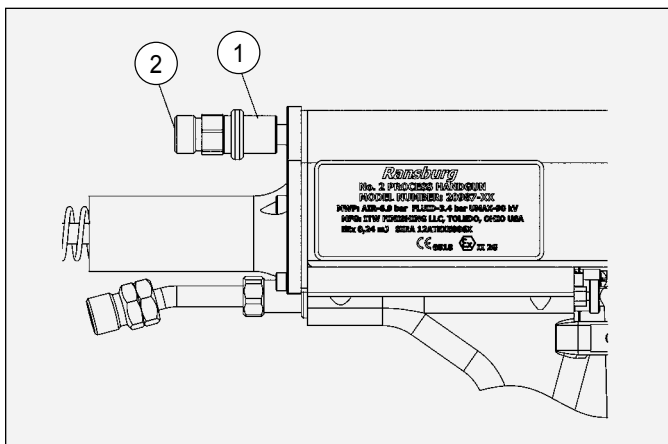

Abbildung 12: Schiebeventil, Position „Off“
3. Stellen Sie den Schiebeventilschalter auf dem Applikator in die Position „OFF“, wie auf Abbildung 12 dargestellt. Das Schiebeventil wird nach hinten gegen den Lufteinlassanschluss gezogen.
SCHIEBEVENTIL, POSITION „OFF“ (Abbildung 12)
9. Schieben Sie nach Abschluss den Schiebeventilschalter in die Position OFF. (Siehe Abbildung 12)
1. Bringen Sie den Sprühpistolenmotor in die Position „OFF“, indem Sie das Schiebeventil in die hintere Position bringen (siehe Abbildung 12). Lösen Sie den Lackdruck am Druckregler und befestigen Sie die Sprühpistole auf seinem Halter.